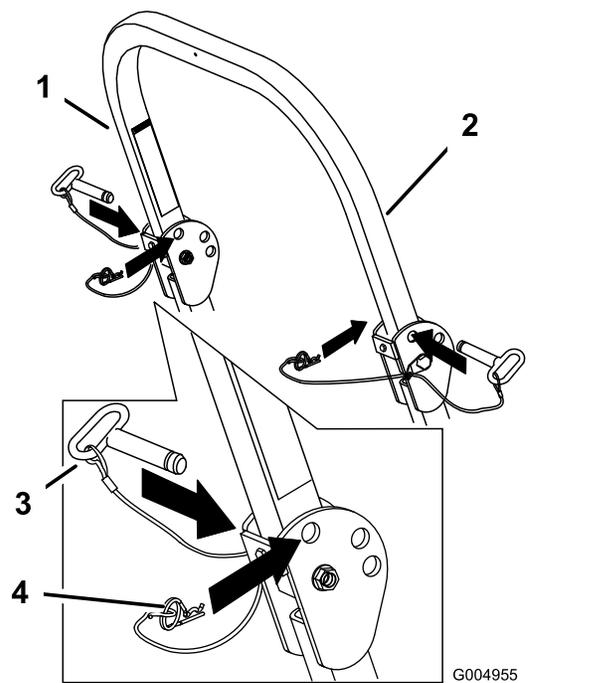

Рисунок 9
1. Извлеките шпильки и снимите два штифта (Рисунок 9).
3. Вставьте 2 штифта и закрепите их шплинтами (Рисунок 9).
1. Извлеките шплинты и снимите два штифта (Рисунок 9).
2. Поднимите защитную дугу в вертикальное положение, вставьте два штифта и закрепите их шплинтами (Рисунок 9).